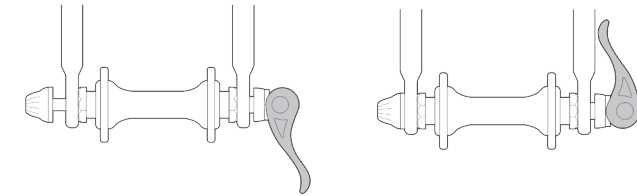
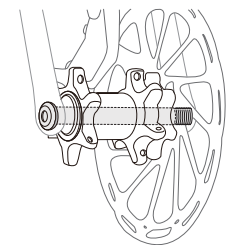

Abbildung 5
Abbildung 8
Es gibt verschiedene Methoden, um Räder am Rahmen zu befestigen. Die traditionelle Methode, die immer noch bei Fahrrädern mit Felgenbremse angewendet wird (siehe Abbildung 5), ist der Schnellspanner (QR). Kann an Pendler- oder Lifestyle-Fahrrädern (siehe Abbildung 6), am Spieß und an der Achsmutter (siehe Abbildung 7) gefunden werden. Die moderne Art bei den meisten Fahrrädern mit Scheibenbremse (siehe Abbildung 8), Steckachse.